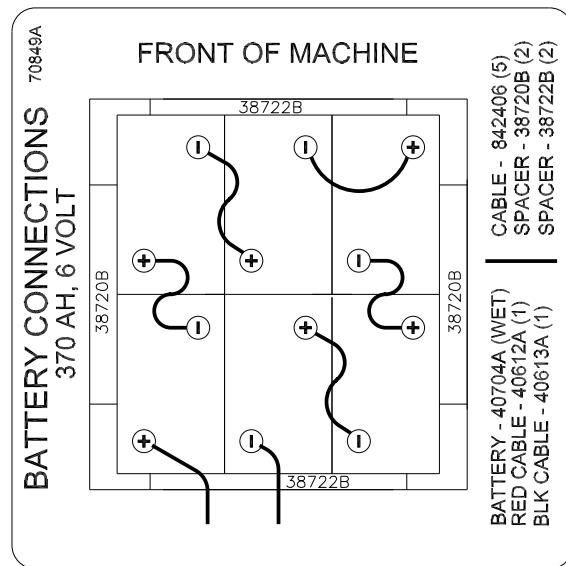

Figura 4
3. Sitúe las baterí as en la carrocerí a tal y como muestra la figura 4.
4. Conecte los cables de las baterías entre las baterías tal y como se indica. Consulte la figura 4.